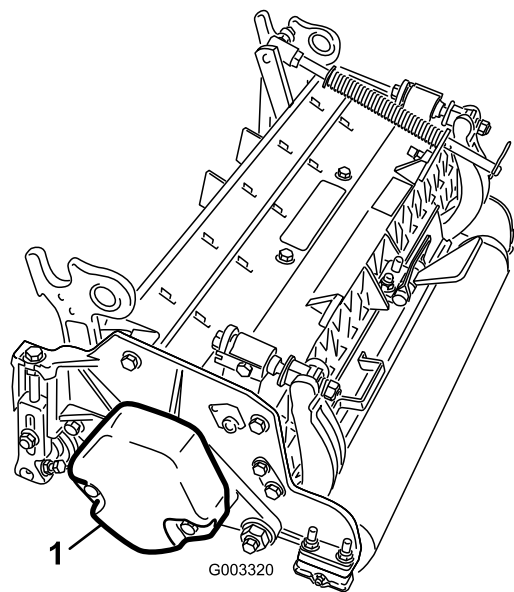

図 9
4. カウンタウェイト(図 9) を、決められている側に取り付ける；カッティングユニットのオペレーターズマニュアルを参照。